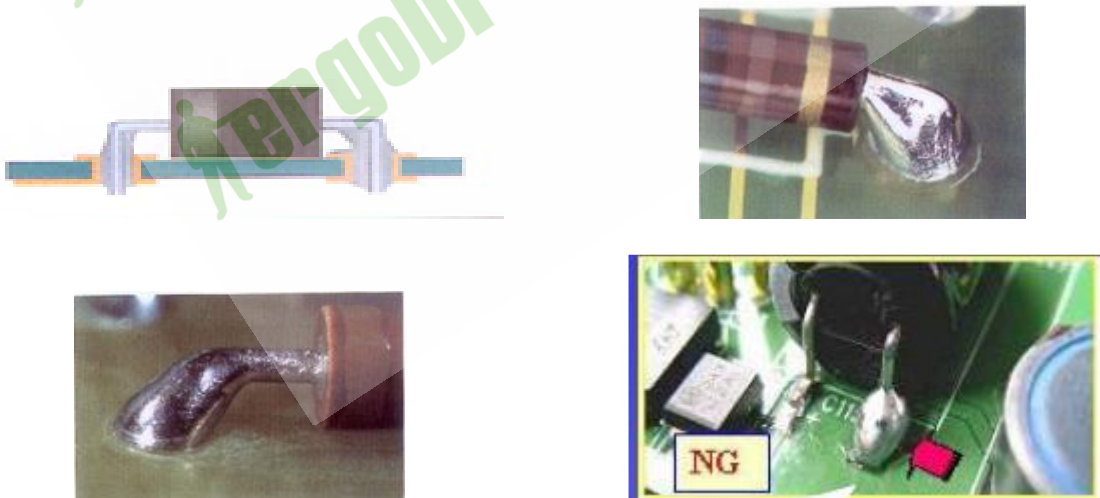

图6 拒收状态
5.5 多锡：引脚折弯处的焊锡接触元件体或密封端（图6），不可接受。